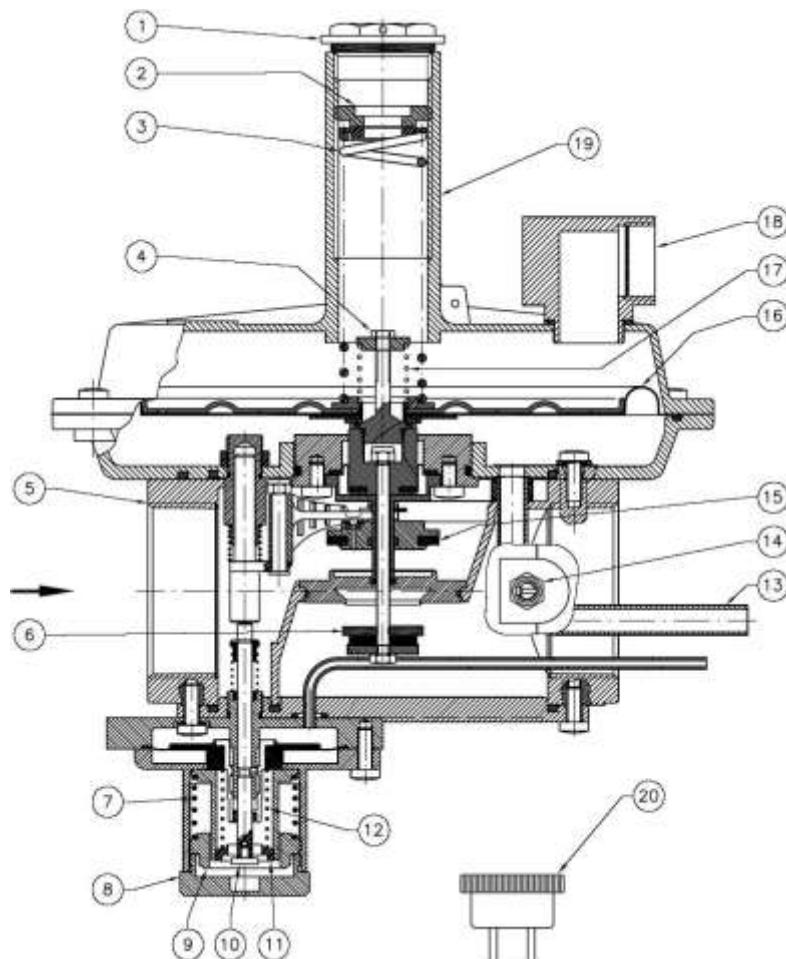

Рис. 1
Регулятор (рис. 1) состоит из: запорный колпачок (регулятор) (1); регулировочный винт выходного давления (2); пружина настройки выходного давления (3); настройка сбросного клапана (4); корпус (5); затвор регулятора (6); пружина настройки ПЗК по избыточному давлению (7); защитный колпачок (ПЗК) (8); регулировочный винт ПЗК по избыточному давлению (9); рычаг взвода ПЗК (10); настройка ПЗК по недостаточному давлению (11); пружина настройки ПЗК по недостаточному давлению (12); встроенная импульсная трубка (13); штуцер измерения давления на выходе (14); затвор ПЗК (15); рабочая мембрана (16); пружина сбросного клапана (17); сбросное отверстие избыточного давления G ¾" (18); воронка (19); ключ для настройки ПЗК (20).
- Для настройки регулятора необходимо использовать манометр, который можно установить в штуцер для отбора давления (см. рис. 1).